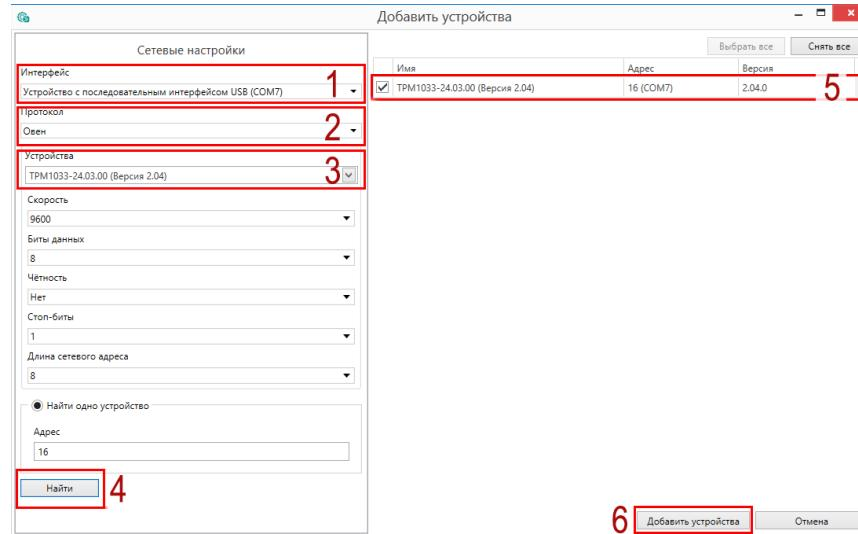

Рисунок 11.1 – Настройки связи с устройством
6. Выбрать интерфейс «Устройство с последовательным интерфейсом USB» (см. рисунок 11.1, 1). Номер COM порта, присвоенный прибору можно узнать в Диспетчере устройств Windows.
7. Выбрать протокол **ОВЕН** (см. рисунок 11.1, 2).
8. Выбрать устройство (Пункт 3 на рисунок 11.1). Модификация прибора указана на боковой стороне прибора.
9. Выбрать «Найти одно устройство», если добавляется один прибор. Запустить поиск нажатием на кнопку «Найти» (см. рисунок 11.1, 4).
10. Выделить найденное устройство (см. рисунок 11.1, 5).
11. Добавить устройство в проект Конфигуратора по нажатию кнопки «Добавить устройства» (см. рисунок 11.1, 6).
1. Нажать на кнопку **Обновить устройство** в контекстном меню выбранного устройства или в главном меню. Откроется диалоговое окно для смены встроенного ПО устройства. Допускается обновление одного или нескольких устройств. Устройства следует выделить в области устройств (см. рисунок 11.1, 5) и выбрать **Обновить устройство** в контекстном меню или главном меню.